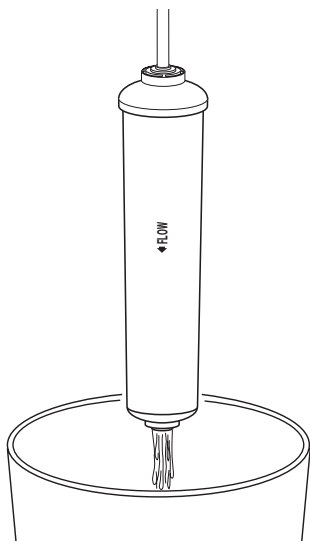

Figura 3
- Abra el suministro de agua y enjuague el filtro en una cubeta. Deje que el agua corra durante 5 minutos para extraer el aire (ver Figura 3).